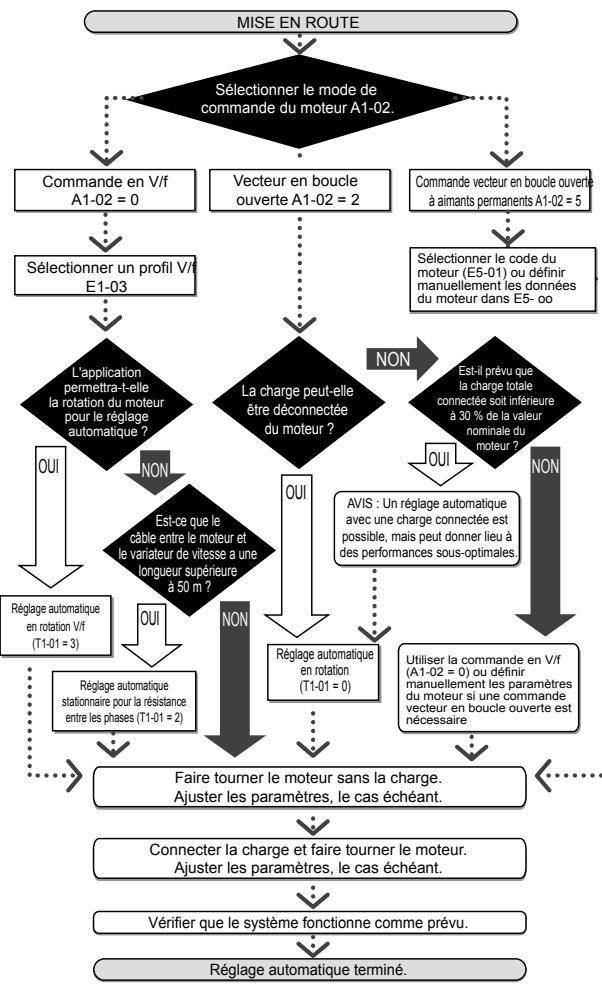

Figure 4.13 Sélection du réglage automatique
- Déterminer le type de réglage automatique le plus approprié aux besoins de l'application, selon *Figure 4.13*.